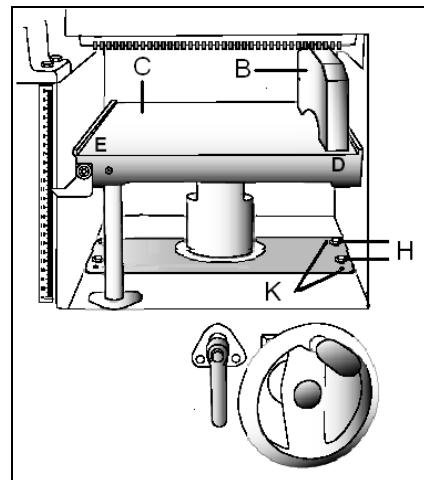

Рис. 11
Используйте замерный блок (B), слегка приподнимите стол (C) для проверки (Рис. 11).